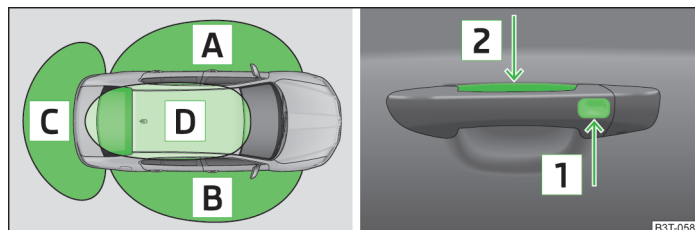

Fig. 15 KESY: Denumirea domeniilor/ senzorilor din mânerul portierei față
Sistemul KESY (Keyless Entry Start Exit System) permite o descuiere, respectiv încuiere a autovehiculului fără utilizarea activă a cheii. Cheia trebuie să se afle la maxim 1,5 m față de mânerul portierei, pentru încuiere și descuiere » fig. 15.
► Prindeți mânerul portierei față sau acoperiți senzorul [2] » fig. 15 cu toată palma » [I].
► Atingeți senzorul [1] » fig. 15 cu degetele.
Dacă, la descuriere, se acoperă senzorul **2** și simultan senzorul **1** » fig. 15, autovehiculul nu se va descuia.
Sistemul KESSY poate găsi cheia autorizată, chiar dacă aceasta a fost uitată, de exemplu în partea din față a acoperișului autovehiculului **D** » fig. 15. De aceea este necesar să se știe în permanență unde se află cheia.